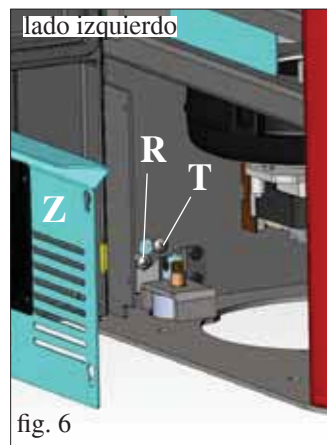

fig. 6
Verificar la alineación vertical de los laterales de cerámica (C) y efectuar las regulaciones a través de los tornillos situados sobre la parte superior (V - fig.5) y en el interior de la estufa a través de los tornillos (R - fig. 6/7).
**NOTA:** antes de realizar la operación, retirar el panel galvanizado (Z - fig.6/7) de ambos lados y aflojar los tornillos de bloqueo (T - fig. 6/7).